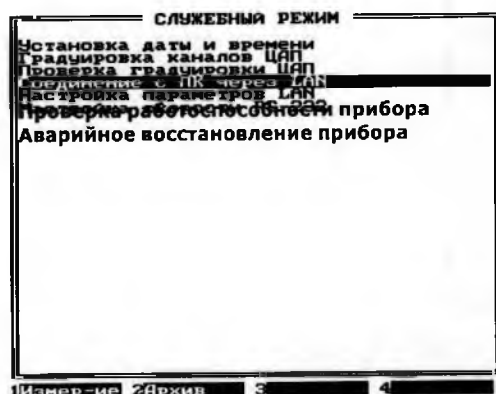

Рис.8.9. Вид экрана прибора
- выбрать кнопками ↓ и ↑ строку Соединение с ПК через LAN (Рис.8.9.) и нажать кнопку ВВОД;